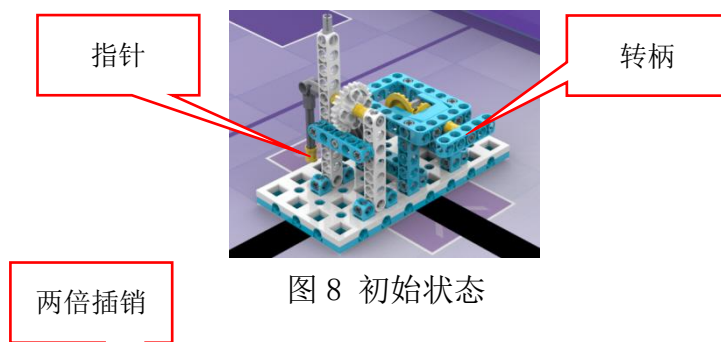

图 8 初始状态
(1) 场地某个任务区固定一个温度调节器，转柄水平放置，指针竖直指向底板，如图 8。